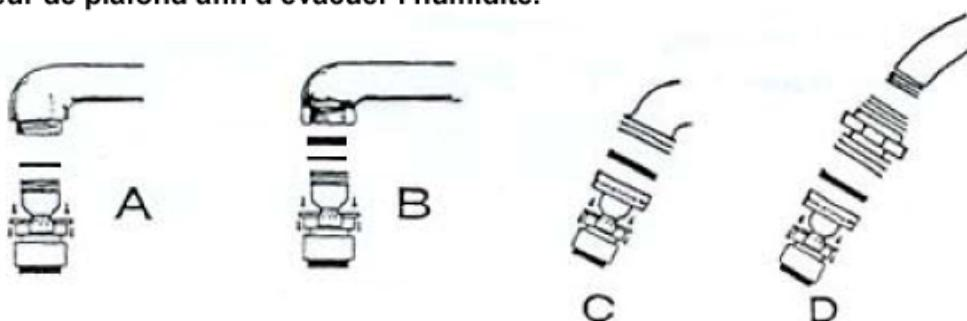

FIG. 4
Quatre (4) adaptateurs sont fournis avec l'appareil (voir fig. 4) dont un pour raccord à une douche (Fig. 4 D)
Four (4) adaptors are supplied with the unit (see FIG.4) one of which is for a shower connection (FIG. 4-D).
Se proporcionan cuatro (4) adaptadores con el aparato (véase fig. 4) incluida el para conexión a una ducha (Fig. 4 de D)